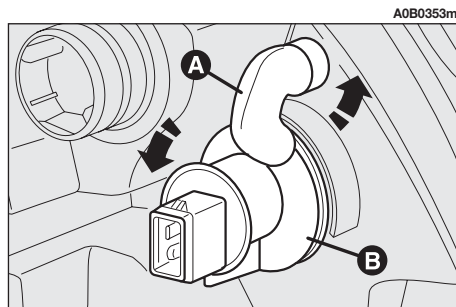

fig. 29
- Tourner dans le sens contraire des aiguilles, le capuchon (**A-fig. 29**).